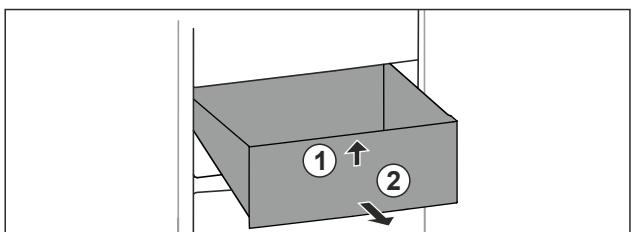

Fig. 101
- Nadvihnite zásuvku vpred. Fig. 101 (1)
- Odoberte zásuvku dopredu. Fig. 101 (2)